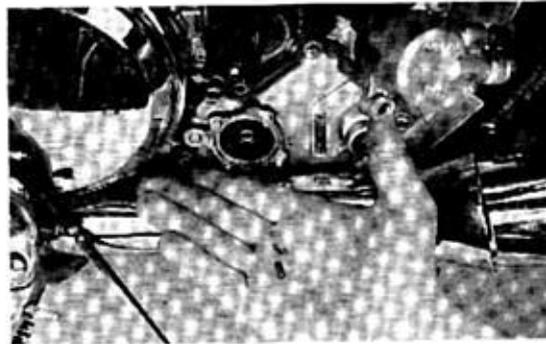

Bild 93
- Leerlaufschalter-Befestigungsmuttern ausdrehen und Schaltergehäuse, O-Ring, Schalterkontakt und Feder abnehmen (Bild 93).